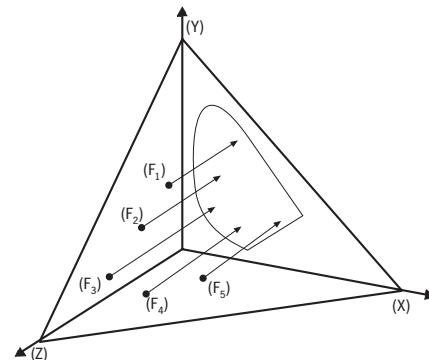

Abb. 27: Von der dreidimensionalen Darstellung des CIE-Bezugssystems
Die drei Grundfarben des CIE-XYZ-Bezugssystems bedingen zunächst eine räumliche Darstellung mit den Koordinaten (X), (Y) und (Z), wie in Abb. 27 dargestellt. Hier lässt sich ein Farbartendreieck zeichnen. Um zu einer zweidimensionalen Grafik, also der Schuhsohle zu gelangen, wird dieses Farbartendreieck in die Ebene der Rot-Grün-Fläche projiziert. Das hat jedoch nur Sinn, wenn gleichzeitig eine entsprechende Normierung vorgenommen wird, die es gestattet, den verlorengegangenen Wert (Z) aus der neuen flächigen Darstellung herauszulesen. Diese Normierung geschieht durch die Einführung der sogenannten Normfarbwertanteile x, y und z.